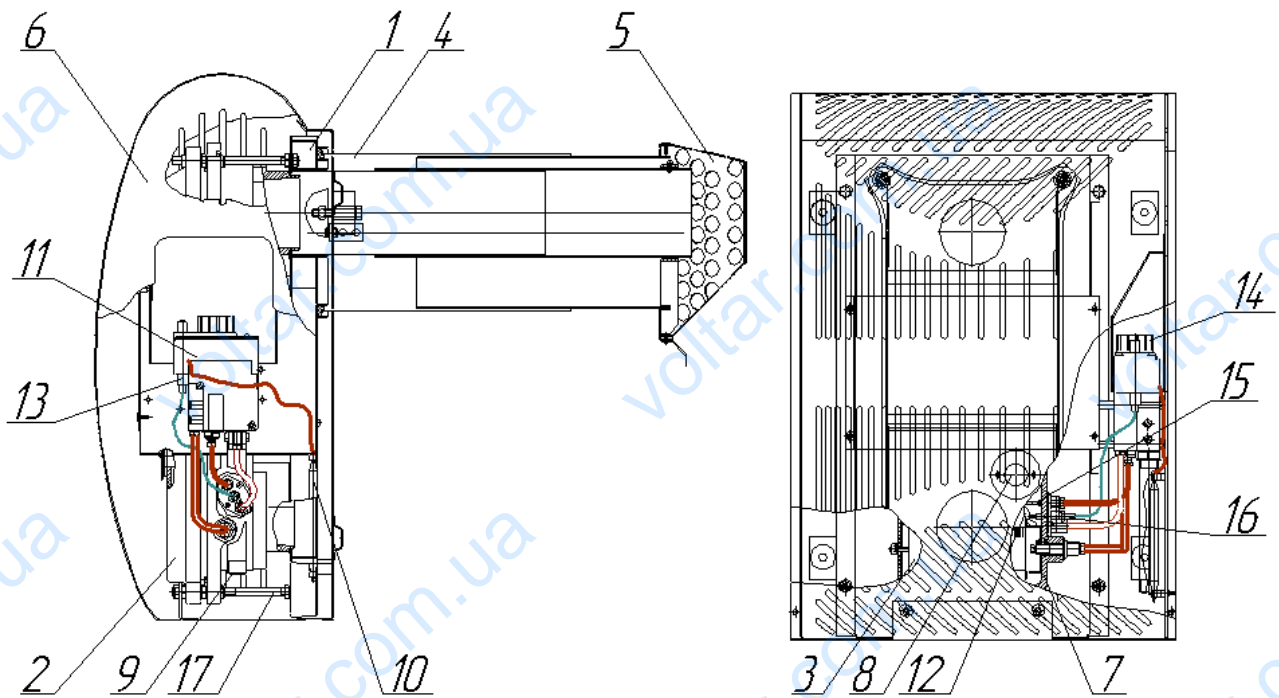
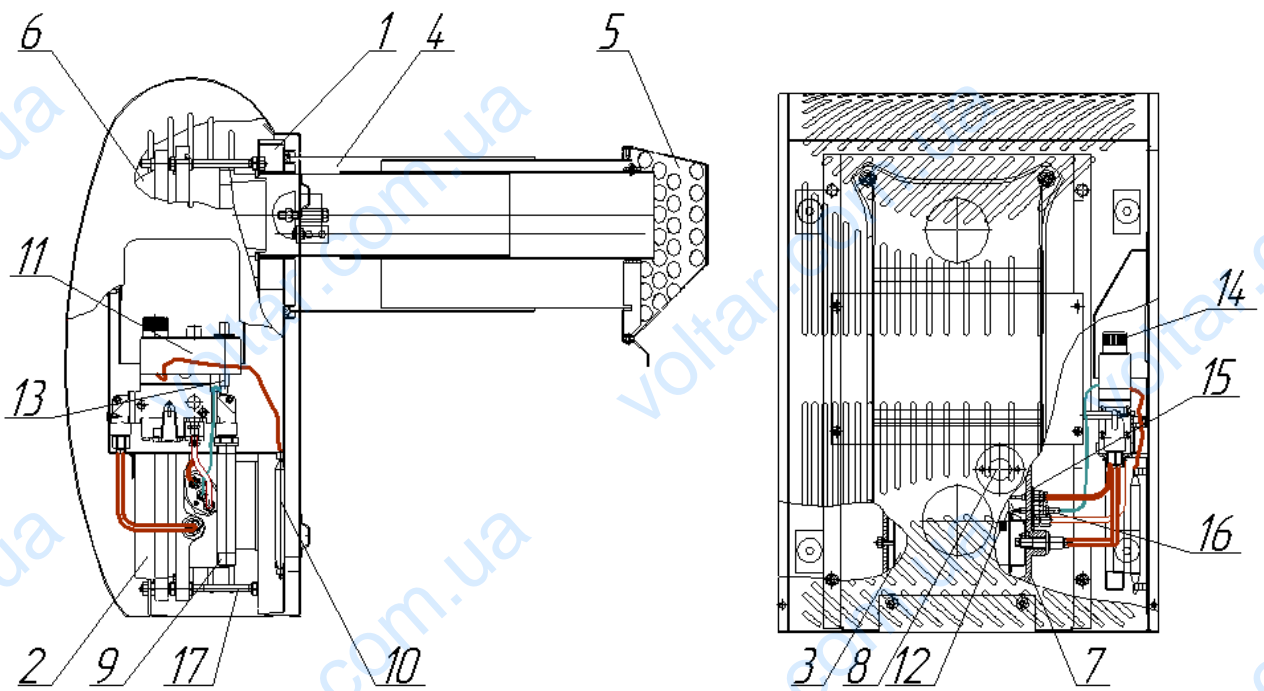

Рисунок 1.
Рисунок 2.
Аппарат состоит из следующих основных частей (Рис.1;2): корпуса -1, чугунного теплообменника - 2, горелки основной - 3, газоздуховода - 4, защитной решетки - 5, декоративного кожуха - 6, газовой автоматики. В конвекторе может быть установлена одна из газовых автоматик: „SIT” (Рис.1), или „MP” (Рис.2).
Автоматика состоит из газового клапана - 30 с терморегулятором - 14 и пьезозажигалкой - 13; запальной горелки - 12 с термопарой -15 и электродом -16. Автоматика является главным регулирующим и защитным элементом, который позволяет регулировать температуру в помещении в диапазоне 13÷38°C (шкала 1-7 на кнопке термостата (см. Рис.1а; 2а). Воспламеняющая горелка - 12 зажигается с помощью прикрепленного к газовому клапану пьезозажигалкой - 13.
Рисунок 1а.
Рисунок 2а.
6.4.1. При применении автоматики «630 EUROSIT» (Рис.1):
-убедитесь, что аппарат выключен - точка белого цвета на ручке 2 (см. Рис.1а) совмещена со знаком „звездочка” на панели;
6.4.2. При применении регулятора «MP» (Рис.2):
-убедитесь, что котел выключен - треугольник на панели совмещен со знаком „N” на ручке 2 (Рис.2а);